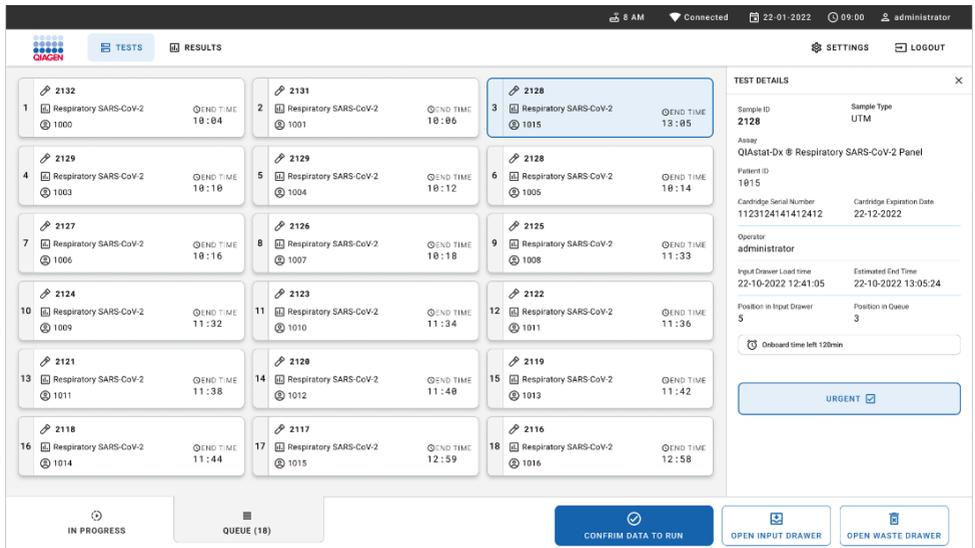

Figura 63. La pantalla Sample Queue (Cola de muestras) con un ensayo seleccionado que muestra información adicional.
Si selecciona una prueba en la pantalla táctil, se muestra información adicional en la sección View details (Ver detalles) de la pantalla (figura 63).
14. Pulse el botón **Confirm data to run** (Confirmar datos para ejecutar) de la pantalla cuando todos los datos mostrados sean correctos (figura 63). Después de ello, es obligatoria una confirmación más por parte del operador para ejecutar las pruebas (figura 65).